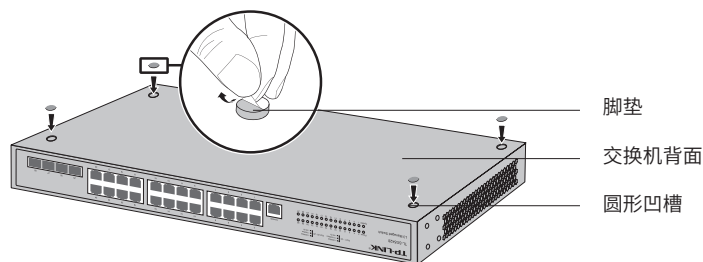

图2-1 桌面安装示意图
2. 逐个揭去4个脚垫的胶面保护纸，分别黏贴在位于机壳底部四角的圆形凹槽中，如图2-1所示；